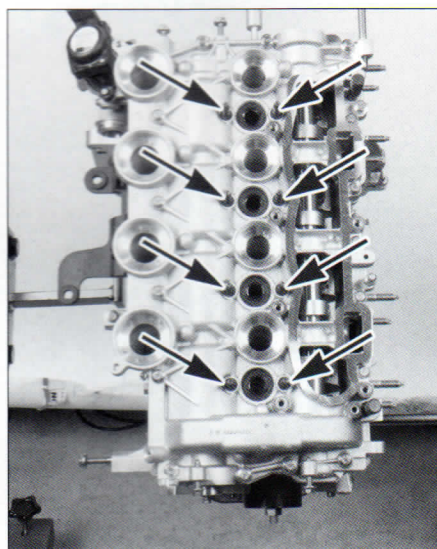

FIG. 28
- comprobar el apriete de los espárragos (fig. 28).